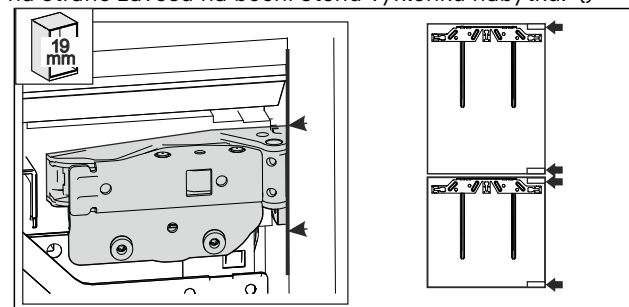

Fig. 57 \*
- Stěna nábytku o tloušťce 19 mm: přední hrana závěsů je zarovnána s přední stranou boční stěny nábytku. Fig. 57 ()